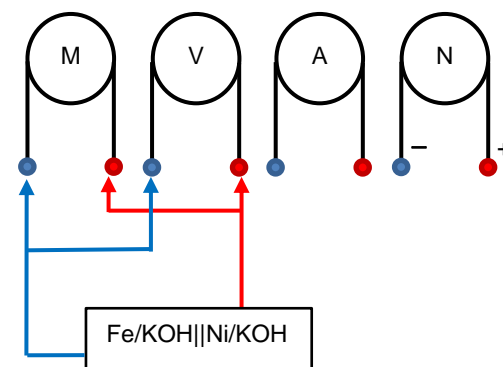

Abb. 4: Schaltung während der Entladung.
Im nächsten Schritt wird der Motor angeschlossen. Dabei wird jeweils eine Elektrode mit einem Ausgang des Elektromotors (17) verbunden (vgl. Abb. 4). Nun wird die Zeit gestoppt, bis der Motor stehen bleibt und der Akkumulator entladen ist.